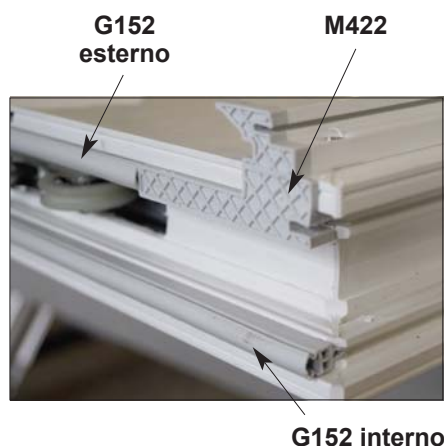

**Fig. 5** Installazione del set di elementi di tenuta **M430**, sigillando gli angoli sbavati
7. Sigillare con silicone eventuali spazi vuoti causati dalla sbavatura delle ante (Fig 5).